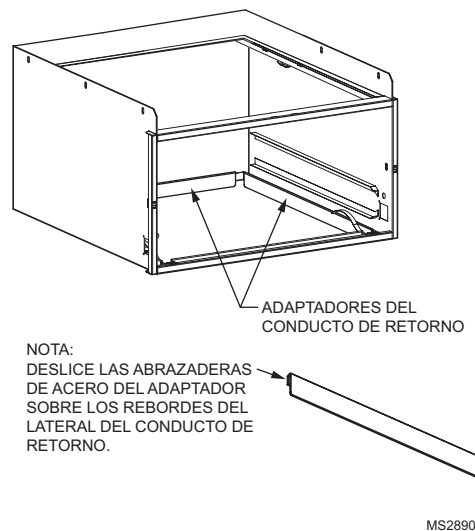

Fig. 6. Uso de los adaptadores del conducto de retorno para los modelos 1620/2020/2520.
- e. Utilice los adaptadores del conducto de retorno incluidos para fijar el conducto de retorno (ver Fig. 6).